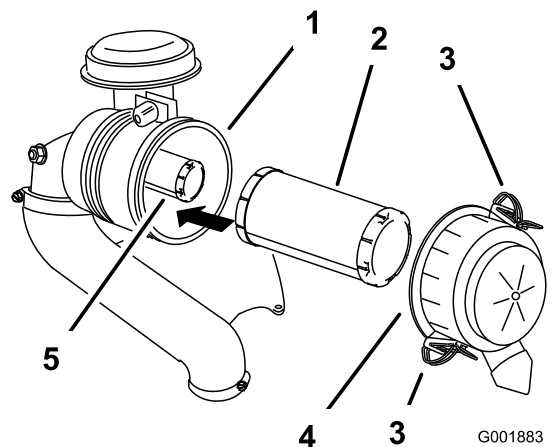

Figura 27
3. Liberte os trincos do filtro de ar e puxe a tampa para fora do corpo do filtro (Figura 27).
- Deslize suavemente o filtro principal para fora do corpo do filtro (Figura 27).
- Se substituir o filtro de segurança, empurre-o com cuidado para o corpo do filtro (Figura 27).
- Deslize cuidadosamente o filtro principal sobre o filtro de segurança (Figura 27).
- Instale a tampa do filtro de ar com o lado indicado como **up** virado para cima e aperte os trincos (Figura 27).